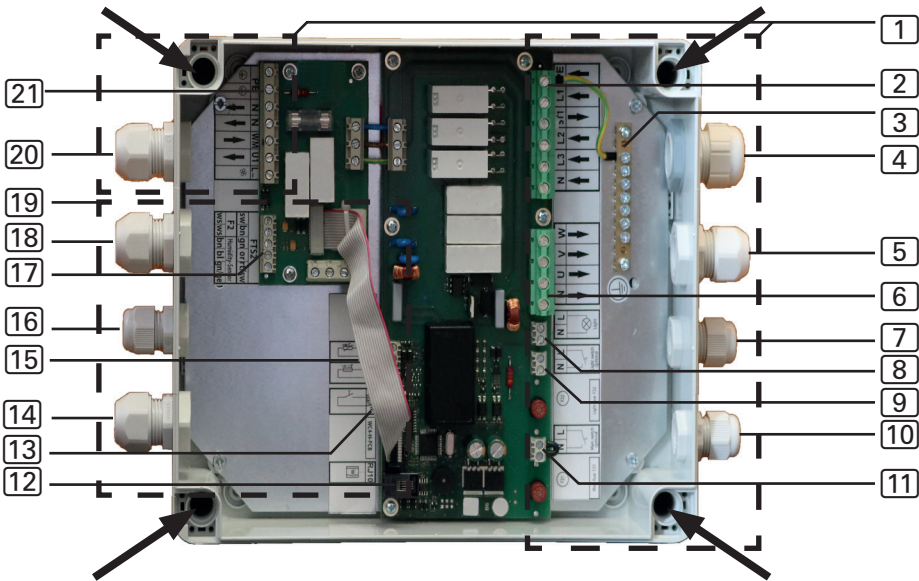

Bild 4: Elanslutning
2. Du kan fästa effektenheten på underlaget vid chassits 4 hörn (se pilar Bild 4 på sidan 17)